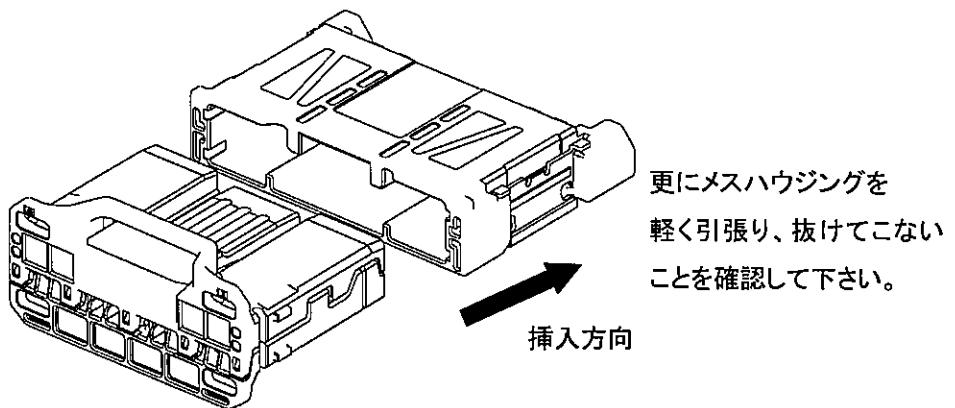

Fig.26
- (1) 端子のハウジングへの装着状態、電線の束ね位置は正しいか、また積層合体係止部に浮きがないことを確認して下さい。浮きが発生している場合は確実な係止状態にして下さい。(6.4 項参照)。
- (2) 端子の変形、変色、傷、錆、ハウジングの変形、割れ、欠損、変色等の異常がないか確認して下さい。
- (3) 指定のメス・ハウジングをオス・コネクタにFig.26 のような向きに真っ直ぐ挿入して下さい。